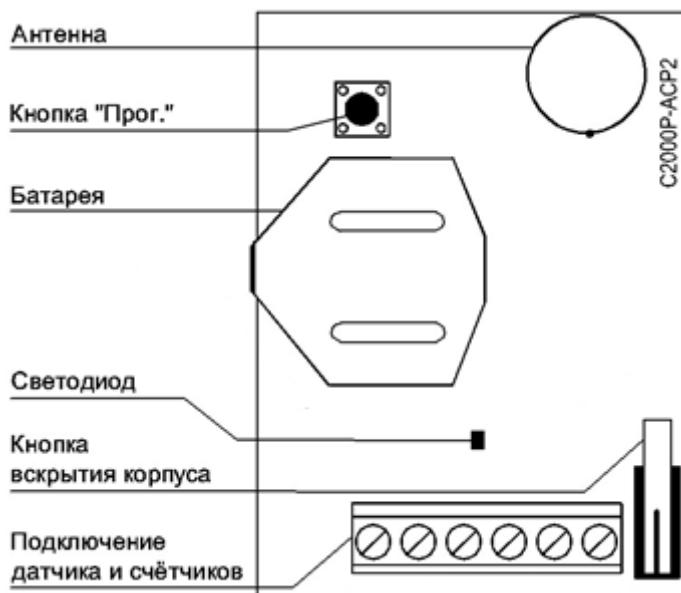

Рисунок 2.2 Расположение элементов на плате
На плате АСР2 располагается элемент питания и органы управления прибором (см. Рисунок 2.2):
- Зажать кнопку «Прог.» на плате ACP2 (см. Рисунок 2.2) на время более 3 секунд.
Тест качества связи запускается посредством короткого нажатия на кнопку «Прог.» на плате прибора (см. Рисунок 2.2). Запуск процедуры может занимать до 2 секунд, при этом прибор осуществляет анализ радиоэфира и регистрацию на оптимальном Радиоконтроллере или ретрансляторе.
- Отключите все источники питания и зажмите кнопку «Прог.» на плате устройства (см. Рисунок 2.2) до полной разрядки конденсаторов (5-10 с).